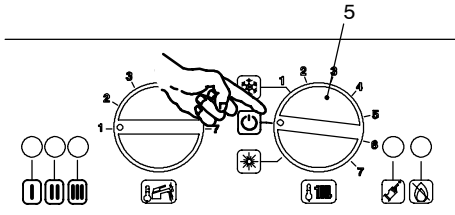

fig. 5.45
- Posizionare il selettore 5 come indicato in fig. 5.45 per uscire dalla programmazione.